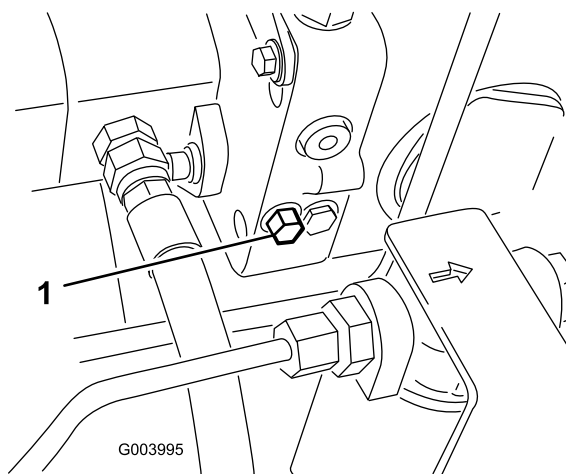

図 39
1. バイパスバルブはヒドロスタットの左側にある 図 39。バイパスバルブを右または左1.5回転させると内部でバイパスが形成される。これにより、トランスミッションを破損することなく、機械を押して低速で移動できるようになる。